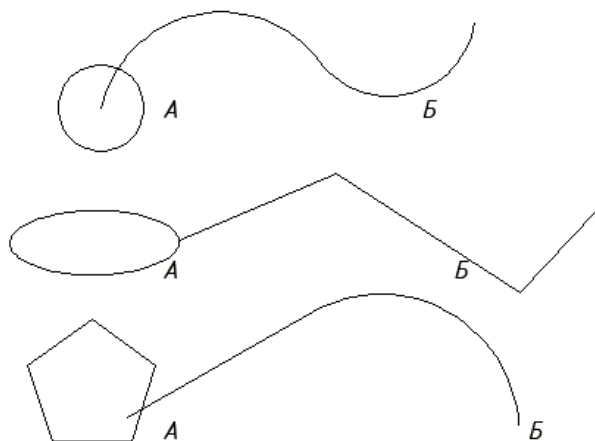

Рис. 2.17. Фигуры к упражнению 10
**Упражнение 10.** Построить тела сдвига на основе показанных на рис. 2.17 фигур. Размеры принять произвольно. А – контур сдвига, Б – траектория сдвига.